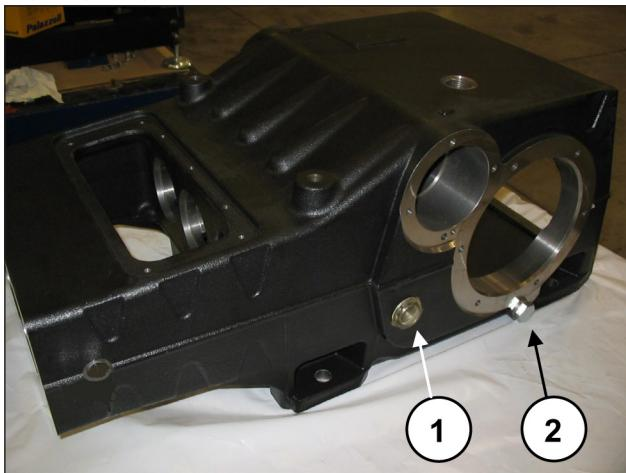

图 47
安装两个油位指示器、两个排油塞和90° 快速接头(位置①, ②和③ 图 47)。